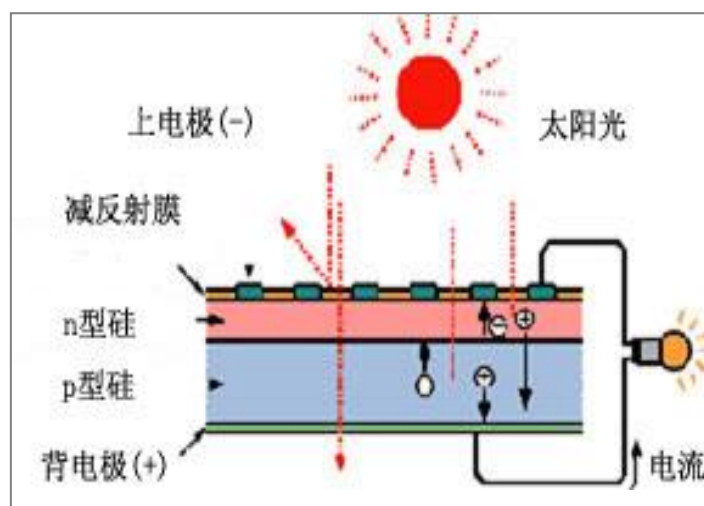

图 1 硅光电池结构
硅光电池是根据光伏效应而制成的将光能转换成电能的一种器件，它的基本结构就是一个 P-N 结。硅光电池 P-N 结的制造，一般是在 P 型硅片上扩散磷形成 N 型薄层，是 N/P 型电池。也可在 N 型硅片上扩散硼形成 P 型薄层，形成 P/N 型电池。光电池是在 N (P) 型硅基底上扩散 P (N) 型杂质并作为受光面，构成个 P-N 结后，再经过各种工艺处理，分别在基底和光敏面上制作输出电极，涂上二氧化硅作保护膜（一方面起防潮保护作用，另一方面对入射光起抗反射作用），即成硅光电池（图 1 所示）。